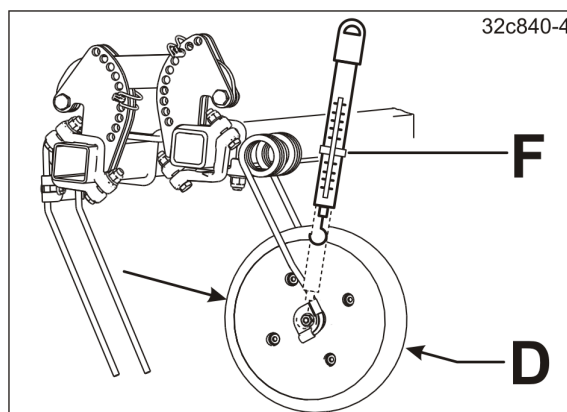

Fig. 200
6. Verificar a pressão dos rolos, por exemplo, com um calibre de mola (ver Fig. 200).